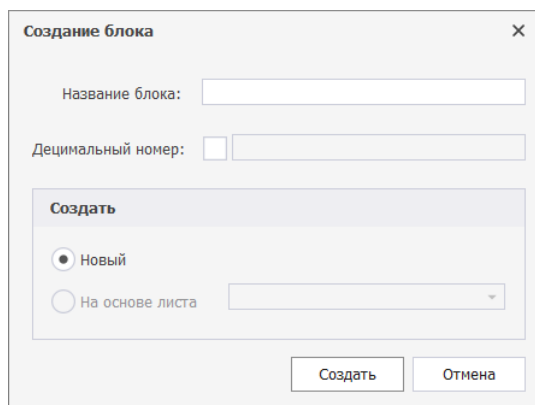

Рис. 27 Окно «Создание блока»
2. В окне «Создание блока» введите название и при необходимости установите флаг в поле «Децимальный номер», после чего введите децимальный номер, Рис. 27.